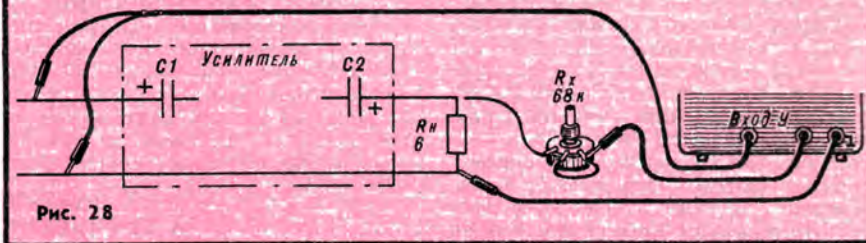
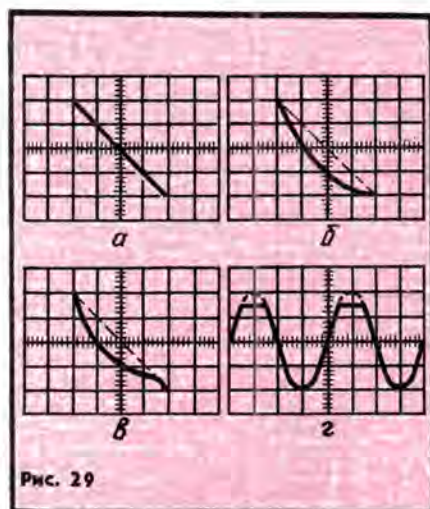

Рис. 28
Рис. 29
А теперь подключите входной щуп осциллографа ко входу усилителя, а гнездо горизонтального входа соедините с эквивалентом нагрузки (рис. 28) — вы сможете проверить наличие амплитудных искажений, как делали с предыдущим усилителем. Правда, выходной сигнал этого усилителя значительно возрос, поэтому в цепь проводника от гнезда горизонтального входа придется включить переменный резистор R_x сопротивлением 68 или 100 кОм и подобрать им такой сигнал на горизонтальном входе осциллографа, чтобы длина линий по горизонтали и вертикали была одинаковой. Тогда на экране появится прямая наклонная линия (рис. 29, а). Увеличивая входной сигнал усилителя, сможете наблюдать, как линия начнет «прогибаться» (рис. 29, б), а вскоре на одном конце ее появится загиб (рис. 29, в).
Если переключить входной щуп осциллографа на резистор нагрузки и включить внутреннюю развертку (отпустить кнопку «Разв.— Вх. X» (10), увидите искаженный сигнал (рис. 29, г). Уменьшением входного сигнала добейтесь неискаженного изображения, а затем вновь переключите осциллограф в режим проверки амплитудных искажений — на экране увидите прямую линию (рис. 29, а).